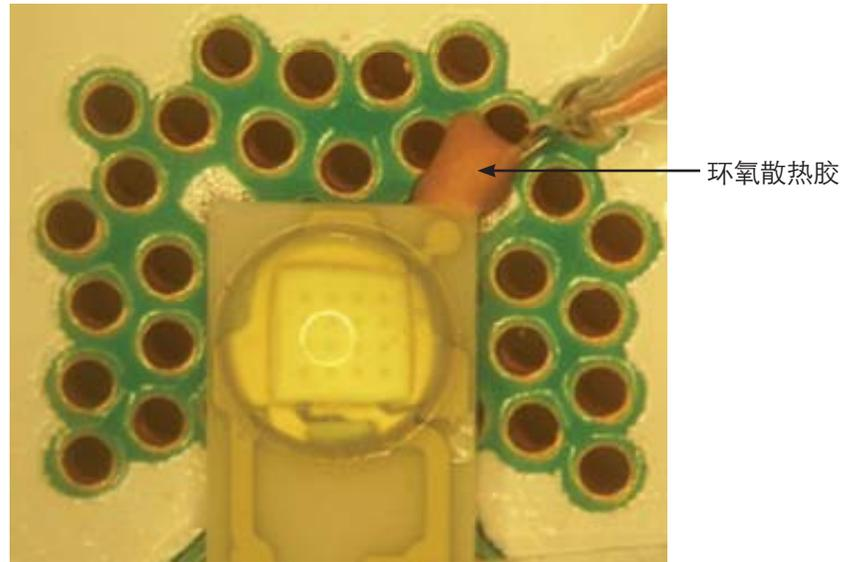

图 3. 可焊性指示器引脚环氧散热胶涂抹示意图.
6. 如图 3 所示, 在热电偶前端滴少量的环氧散热胶, 盖住热电偶前端即可。